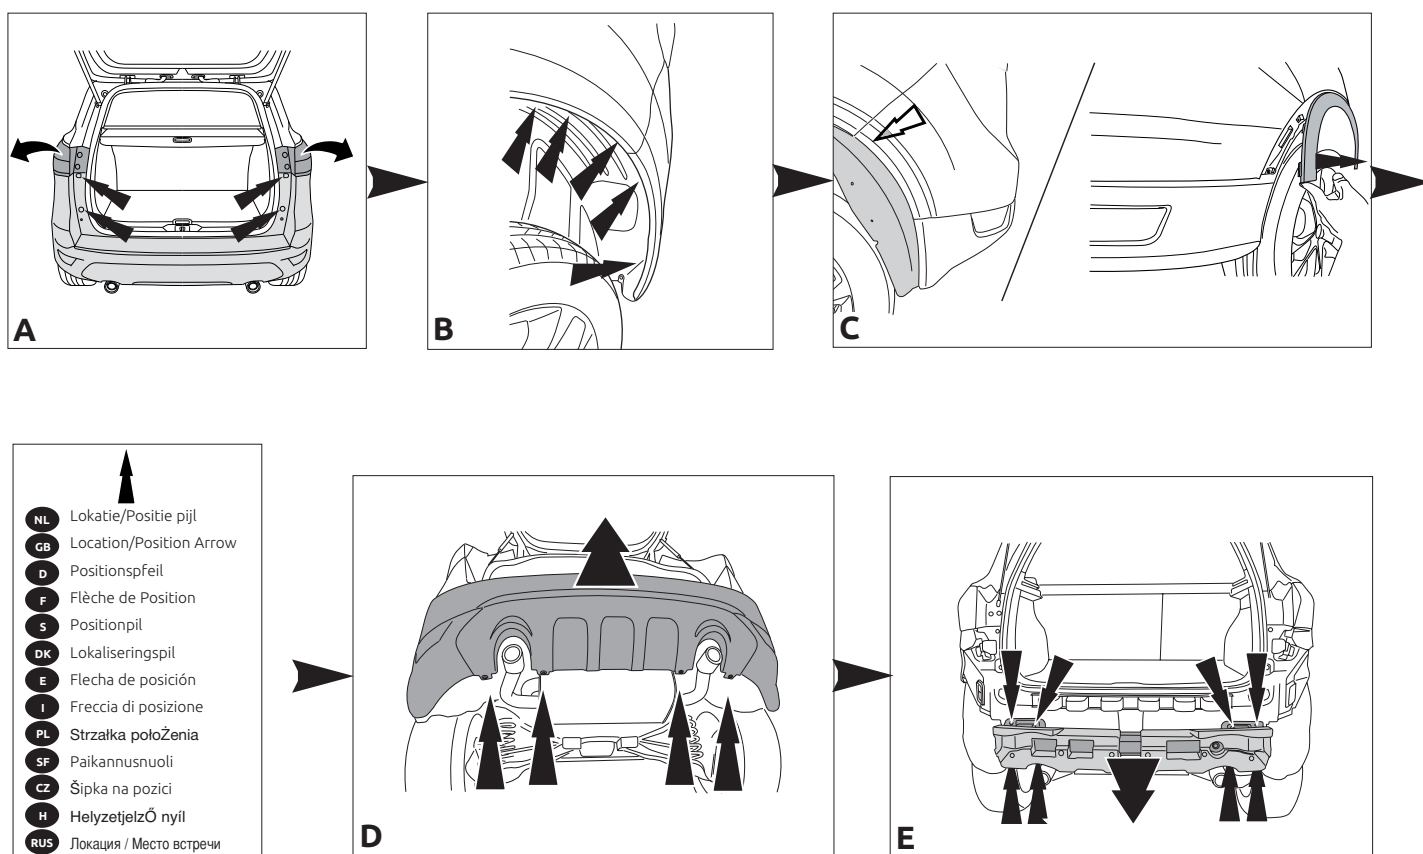

Fig.1
1. Remove the rear-light units. Remove the bumper and the steel buffer beam from the vehicle. The buffer beam will no longer be needed. (see fig. 1).
1. Démonter les feux arrière. Déposer le pare-chocs du véhicule y com- pris la traverse en acier la traverse ne sera plus utilisée. (Voir fig. 1).
1. Снять оба блока задних фар. Снять бампер вместе со стальным буферным брусом автомобиля буферный брус больше не понадобится. (См рис. 1).